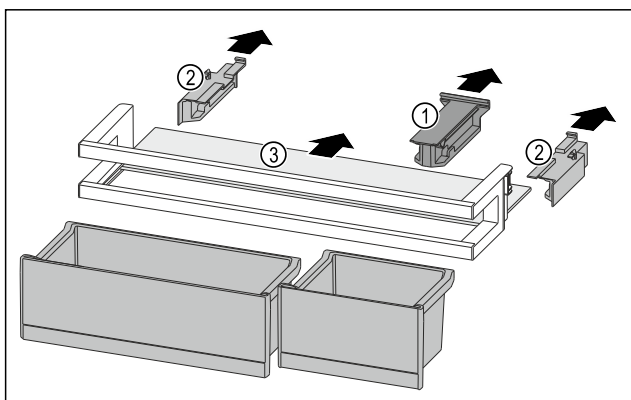

Fig. 146
- ▶ Снимите крепление Fig. 146 (1).
- ▶ Снимите боковые части Fig. 146 (2).
- ▶ Извлеките съемную полку Fig. 146 (3).